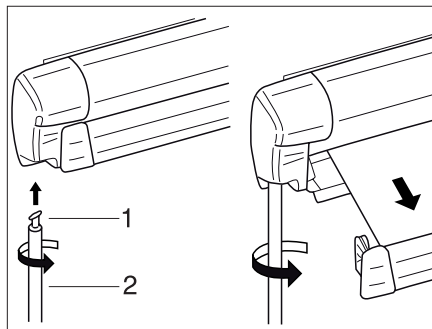

Bild 11 Markis
- ▶ Haka in vevstakens (Bild 11,2) hake (Bild 11,1) i drivmekanismens ögla och vrid den 90°.